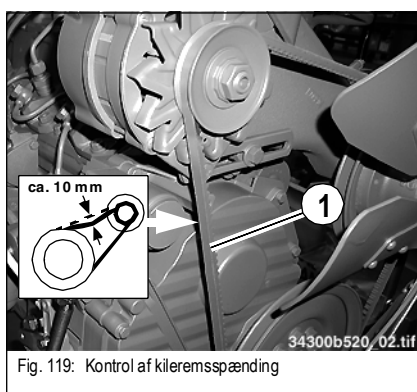

Fig. 119: Kontrol af kileremsspænding
- ☞ *Tryk vekselstrømsgeneratoren i pilens retning A ved hjælp af et egnet hjælpemiddel, indtil den rigtige kileremsspænding opnås (fig. 119)*
- ☞ *Kontroller kileremmens spænding (fig. 119) igen*